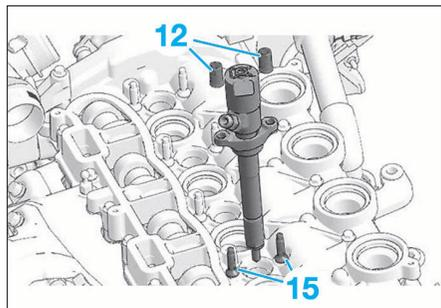

FIG. 65
- Serrer à fond la vis de l'outil [3] pour bloquer le joint cuivre (14).
- Déposer le joint (14) en manoeuvrant l'outil [3].
Avant la repose des injecteurs, resserrer systématiquement les vis colonnettes (15) (Fig.65) à 0,5 daN.m ± 0,1 puis serrer à 1 daN.m ± 0,1.